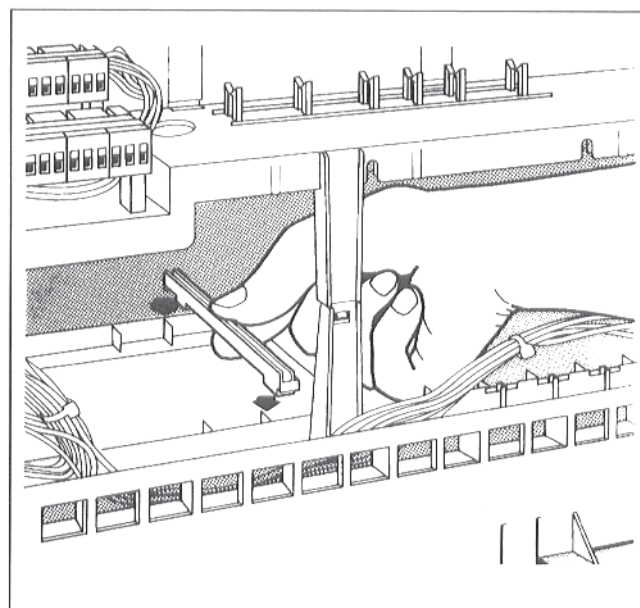

Рис. 3: насадить направляющие шины
- Насадить сверху и внизу направляющие шины (рис. 3).